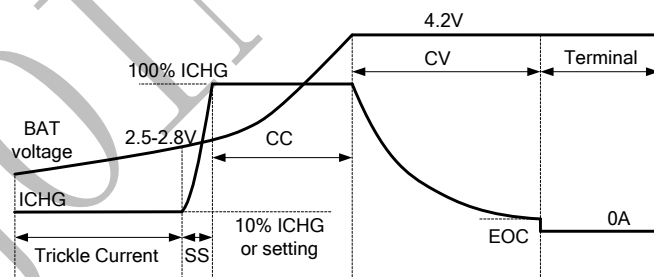

图 8: 充电过程示意图
图 8 显示 IP2333 线性充 4.2V 锂电池的典型充电模式和典型的充电过程。对于终端电压低于 pre-charge 门限 (V_{VBAT_PRE}) 的过放的电池, IP2333 将以 pre-charge (等于 $CC/5$) 的电流开始涓流充电 (Pre_charge Current)。当电池电压达到 Pre_charge 门限后, 芯片开始以设定值 (CC 寄存器 REG02[5:0] 设定) 的恒定电流充电。一旦电池电压达到 4.2V, 芯片将在恒压 (CV) 模式下工作, 直到电池充满电。在 CV 模式下, 充电电流下降, 当 CV 模式下的充电电流降低到 EOC 电流时, 充电指示灯指示充电截至且停止充电。